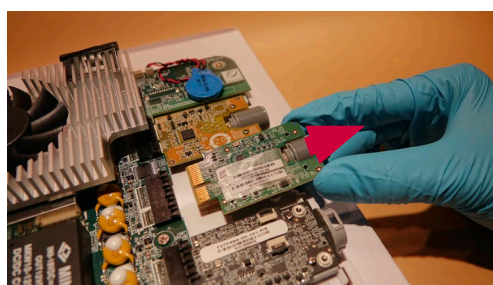

Bild 17 Ta bort VDI-kortet
a) Dra ut VDI-kortet från uttaget på huvudkretskortet (bild 17)